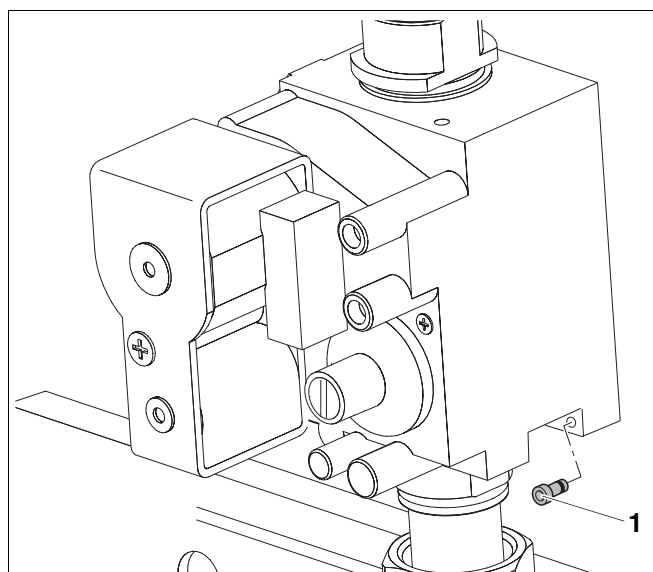

Fig. 48 Montați respectiv demontați adaptorul de gaze lichefiate
- Introduceți adaptorul de gaze lichefiate (Fig. 48, **Poz. 1**) cu garnitură.
- Îndepărtați adaptorul (Fig. 48, **Poz. 1**) gazelor lichefiate.